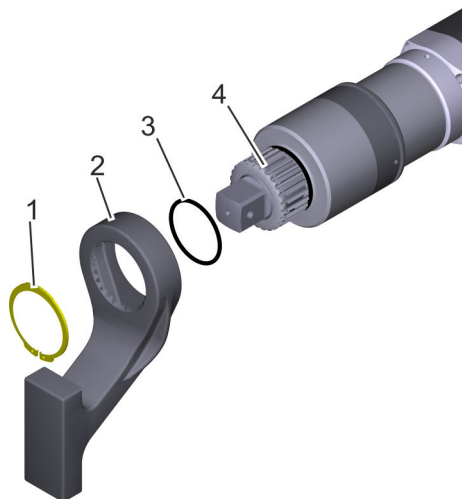

Fig. 17: Asegurar el brazo de reacción
Introduzca con cuidado la junta tórica (Fig. 17/3) en el elemento dentado (Fig. 17/4) del atornillador.
3. ➤ Encaje el brazo de reacción (Fig. 17/2) en el elemento dentado.
- 4.** Coloque el circlip (Fig. 17/1) con los alicates (Fig. 18) y fíjelo.